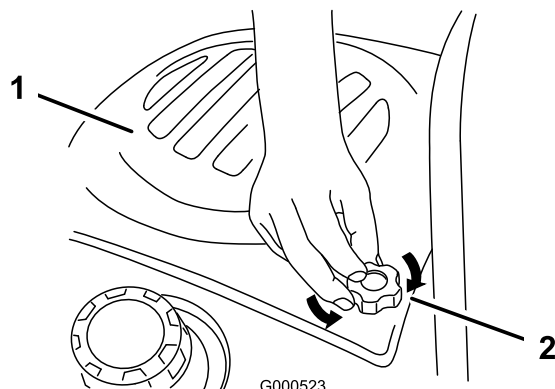

Figura 17
1. Para retirar el capó, afloje los pomos y tire del capó hacia atrás y hacia arriba (Figura 17).
3. Apriete los pomos del capó (Figura 17).